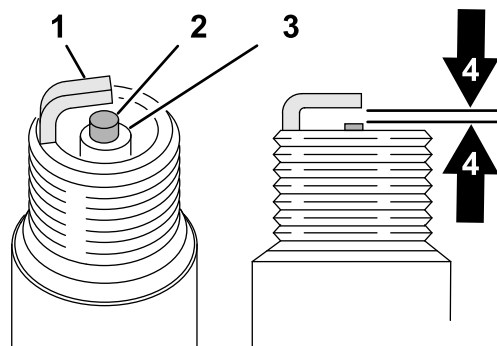

Figura 30
4. Inspeccione la bujía en busca de señales de desgaste y daños (Figura 30).
5. Compruebe la distancia entre los electrodos de la bujía con una galga (Figura 30).